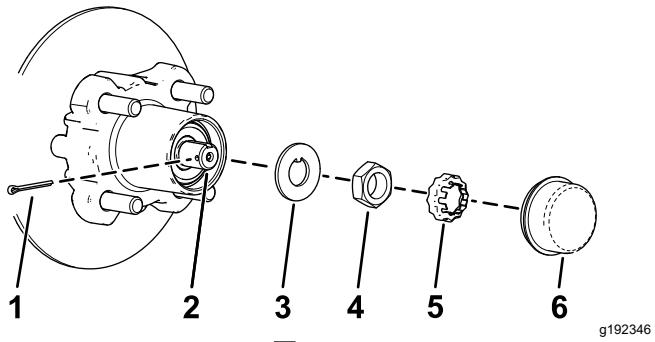
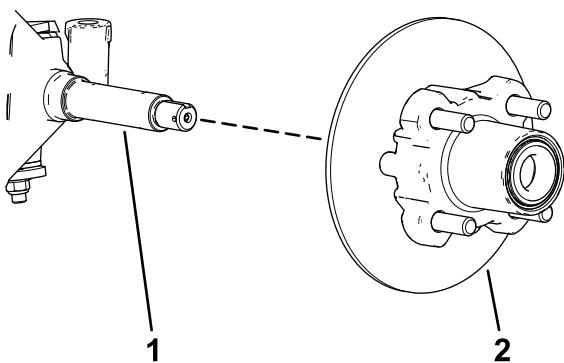

図 31
図 32
4. ハブからダストキャップを取り図 31。
5. スピンドルとスピンドルナットから、コッターピンとナットリテナを外す図 31。
6. スピンドルからスピンドルナットを外し、スピンドルからハブロータアセンブリを取り出す図 31と図 32。